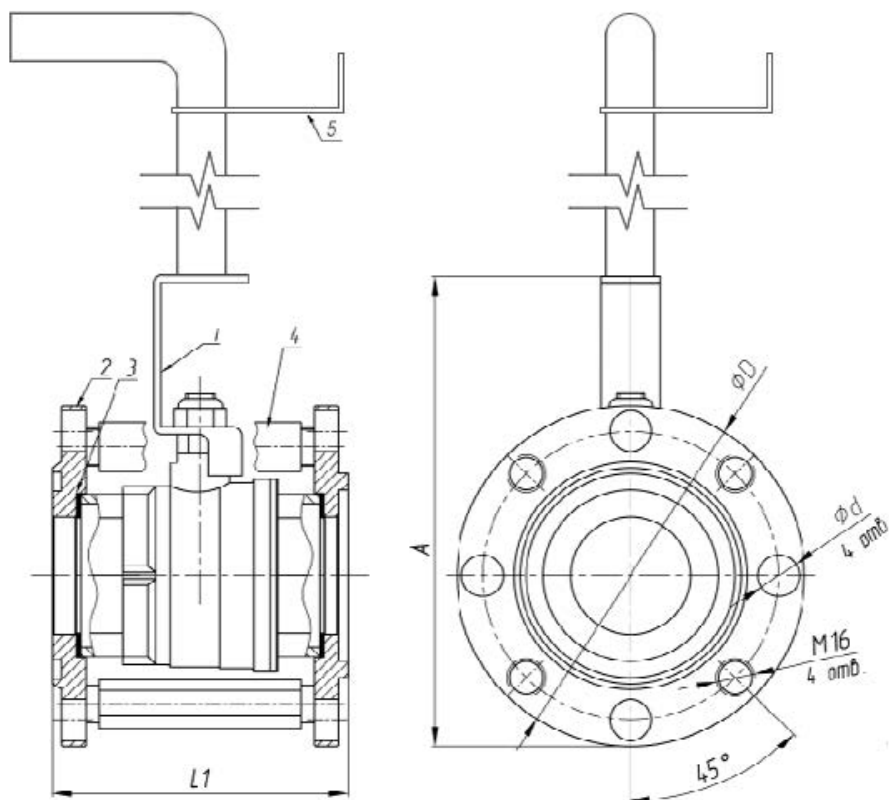

Рис.2
- 1.1. Кран шаровой фланцевый (в дальнейшем – КШ рис.1, КШН рис.2) предназначен для оборудования трубопроводов технологической системы АЗС.